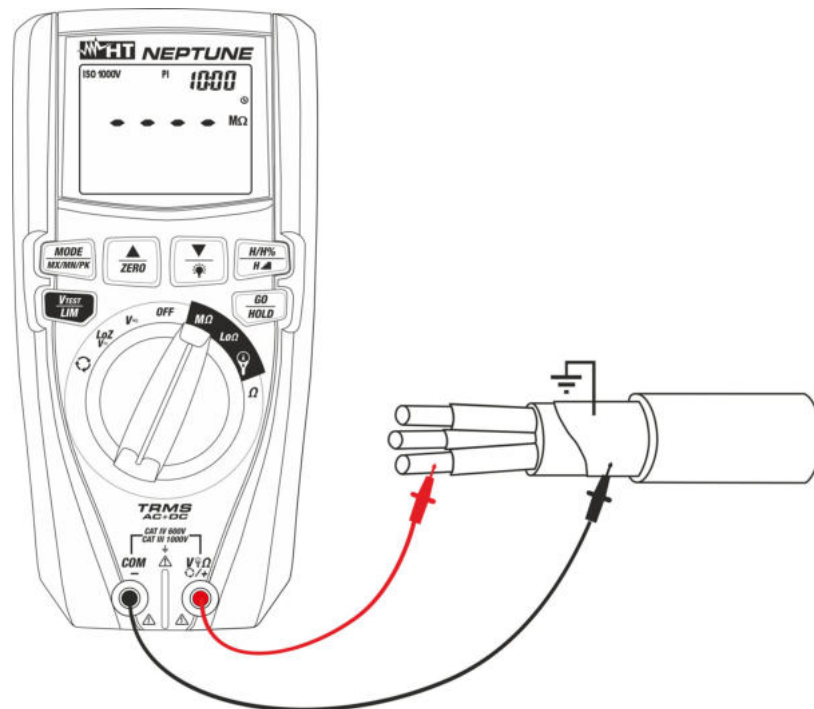

Fig. 22: Uso dello strumento per misura resistenza di isolamento in modo PI
6. Inserire il conduttore rosso nel terminale di ingresso **VΩΩ/+** e il conduttore nero nel terminale di ingresso **COM/-** ed eventuali terminali a coccodrillo e collegare lo strumento all'apparecchiatura in esame (vedere Fig. 22)